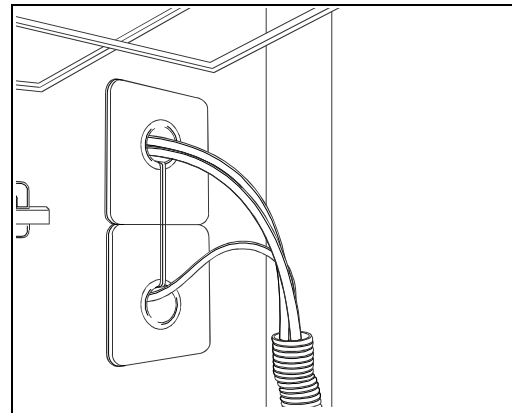

Figure 6: Positionnement des passe-fils, vue de l'intérieur du compartiment.
7. Coller le premier passe-fils contre la paroi intérieure du compartiment, vis-à-vis son trou de passage. Coller le second vis-à-vis le deuxième trou de passage. Voir la figure 6 de la page précédente pour connaître l'orientation des passe-fils;